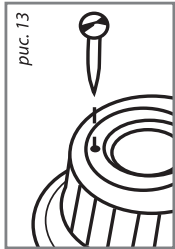

рис. 13
- Установите редуктор с муфтой передаточного механизма так, чтобы две полости сбегались и зафиксируйте их с помощью винта, который входит в комплект (рис. 13).